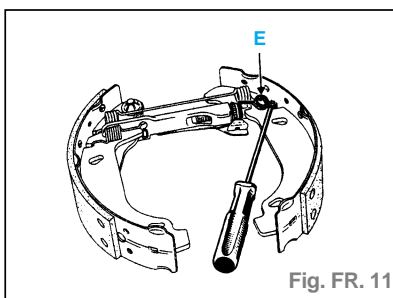

Fig. FR. 11
- Faire passer alternativement chaque pied de segment (P) au-dessus du point fixe (C). Serrer les pieds de segments l'un vers l'autre, pour écarter les becs au niveau du cylindre de roue.
- Avec un petit tournevis, décrocher l'épingle (E) (fig. FR. 11).